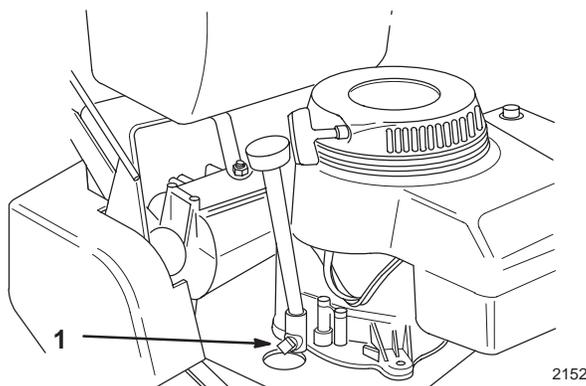

Figure 19
3. Placer un récipient sous l'ouverture de vidange et retirer le bouchon de vidange d'huile (Fig. 19).